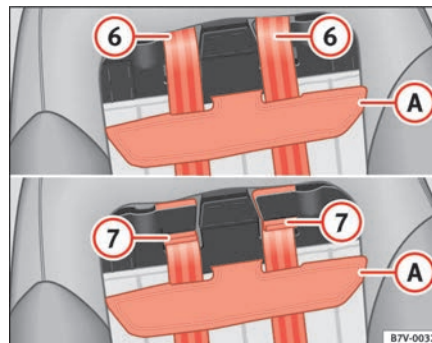

Fig. 36 Asiento integrado para niños: modificar la colocación de los tirantes del cinturón
El suplemento ⇒ **página 59, fig. 36** (A) tiene que quedar presionado al asiento por la parte del velcro de forma que las tiras del cinturón se muevan libremente en sus ranuras. ■